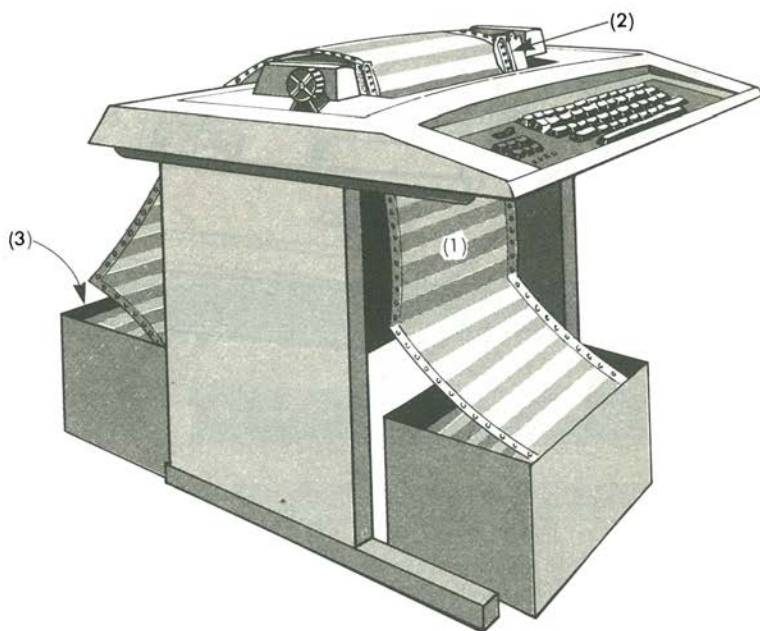

Figura 7.1: Percorso della carta su una stampante
La Figura 7.1 mostra un percorso tipico seguito dalla carta. Di solito la scatola che contiene la carta utilizzata dalla stampante è sul davanti, sotto la stampante stessa; la carta viene fornita verticalmente come mostra (1) della Figura 7.1 e va poi disposta in modo corretto sul meccanismo di avanzamento che, su una stampante semplice, può essere un rullo a pressione come quello di una macchina da scrivere. Sulle stampanti per usi commerciali, viene sempre usato un meccanismo di trazione
speciale che garantisce la posizione corretta della carta. La carta dev'essere correttamente inserita in questo meccanismo, con i fori in corrispondenza delle punte, come mostra (2) della Figura 7.1. Dopo che la carta è passata attraverso la stampante, si accumula dietro di essa in un cestino o in una scatola, come in (3) della solita figura.